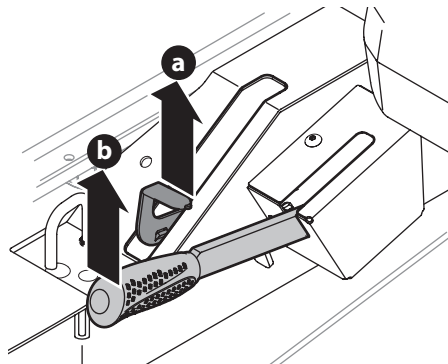

Fig. 2
2. Active las válvulas de derivación de las transmisiones tirando de la palanca de derivación (a) hacia afuera y luego hacia arriba y otra vez todo para atrás (Fig. 2).
4. Para soltar la palanca de derivación (a), empuje la palanca hacia adelante (Fig. 2).
5. Para activar el freno de mano, tire hacia atrás completamente de la palanca del freno de mano (b) (Fig. 2).